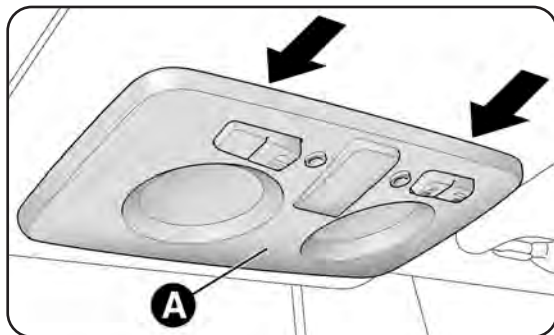
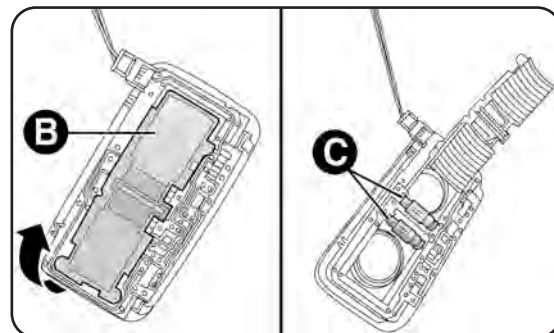

fig. 141
fig. 142
- desmonte el plafón A-fig. 141 actuando en los puntos indicados por las flechas;
- abra la tapa B-fig. 142 y sustituya las lámparas C soltándolas de los contactos laterales. Luego compruebe que las nuevas lámparas estén correctamente bloqueadas entre los contactos;
- vuelva a cerrar la tapa B-fig. 142 y fije el plafón A-fig. 141 en su alojamiento asegurándose de que quede correctamente bloqueado.